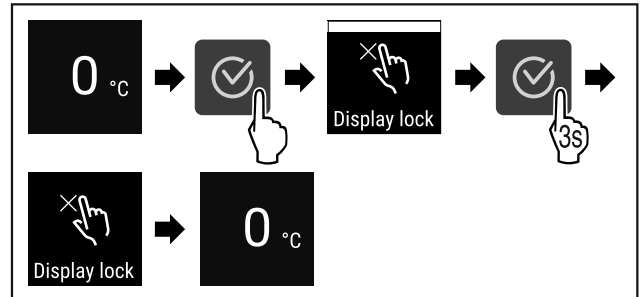

Fig. 78
- Complete steps (see Fig. 78).